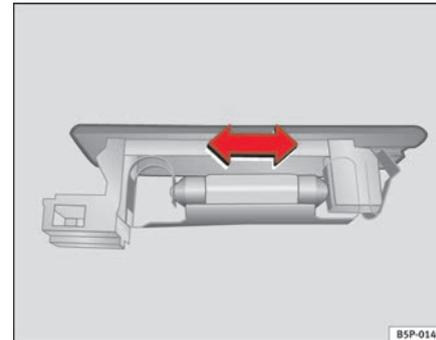

Fig. 198 Feu du coffre à bagages
- Appuyez sur la lampe latéralement et retirez-la du logement ⇒ fig. 198. ■